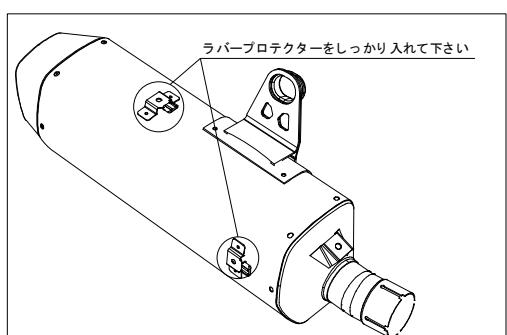

図.2
- ③ サイレンサーにある2か所のヒートガードマウントステーへ付属品のラバープロテクターを差し込みます。(図 2)
- ④ ③で差し込んだ部分へヒートガードを取り付けます。ヒートガード側にあるマウントへ差し込み。ヒートガードを付属のトラスネジで仮付けして下さい。